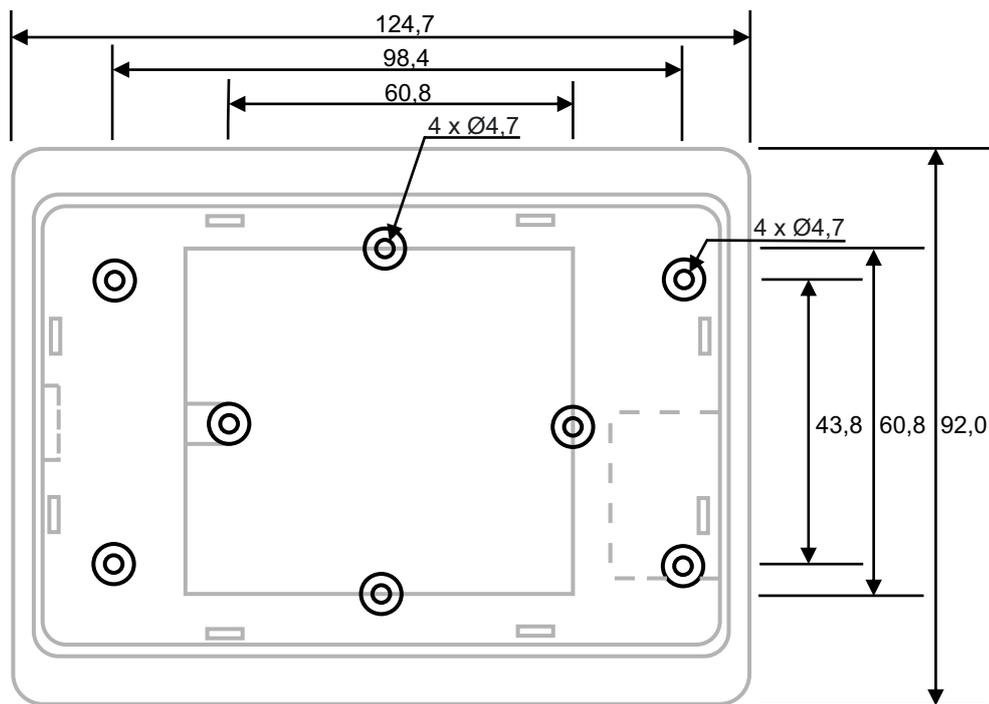

Abb. 3: Abmessungen des Montagerahmens in mm
1. Entnehmen Sie die Bohrmaße der Abbildung 3 oder nutzen Sie den Montagerahmen als Schablone.